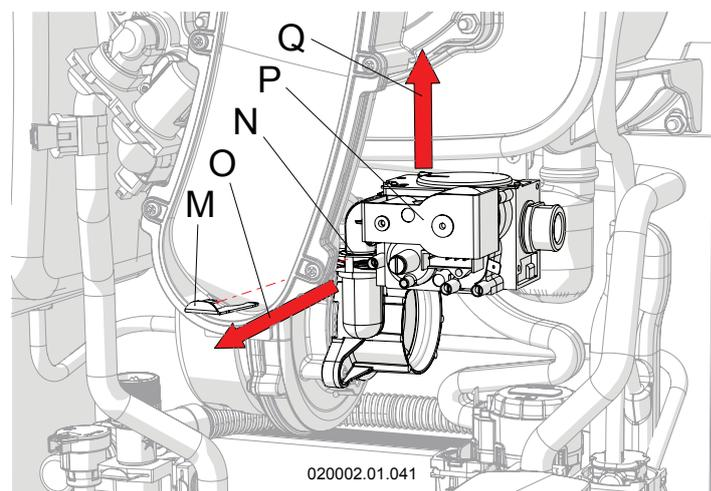

Figure 6-4 - Démontage du bloc gaz
- 8.- retirer le ressort de serrage « M » du logement « N » pour libérer la vanne « P » (Voir la Figure 6-4) ;
- 11.- remonter la vanne du gaz « P », en prenant soin de repositionner le ressort « M » (Figure 6-4) ;